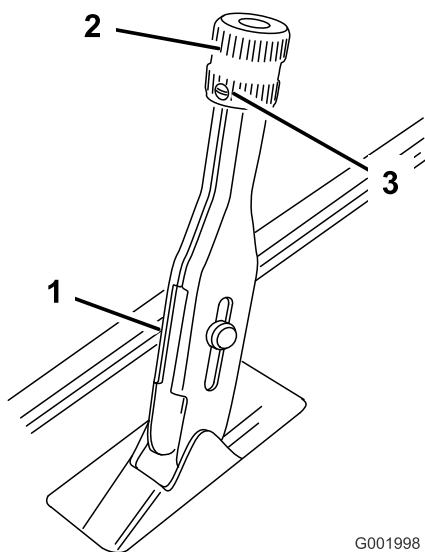

Figura 60
- Desaperte o parafuso de afinação que fixa o manípulo à alavanca do travão de mão (Figura 60).